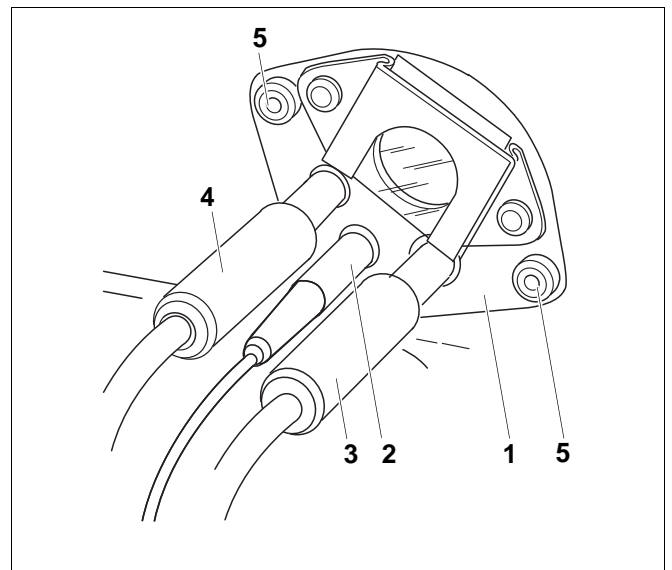

Рис. 28 Блок электродов
- Отверните винты (рис. 28, **поз. 5**) на блоке электродов (рис. 28, **поз. 1**).
- Разместите блок электродов так, чтобы их положение соответствовало изображению на рис. 28.